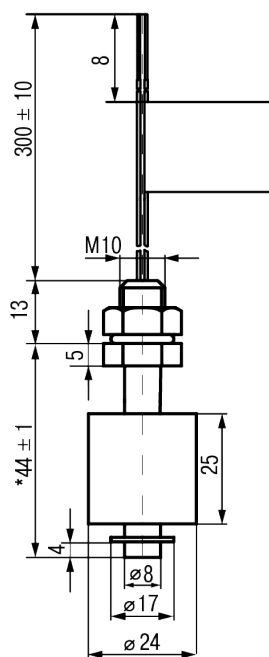

Рисунок 4.1 – Габаритные размеры
Габаритные размеры	см. рисунок 4.1
- габаритные и присоединительные размеры на технологическом объекте соответствуют размерам датчика (см. рисунок 4.1);